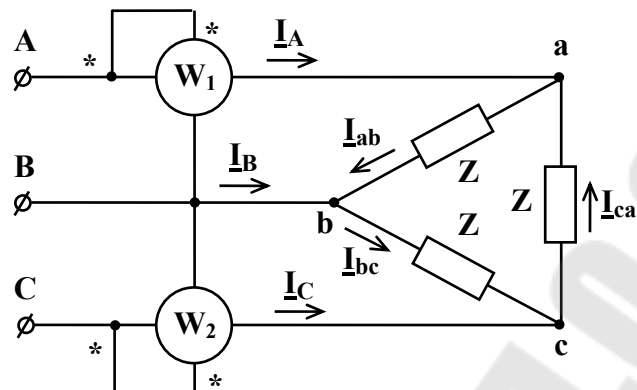

Рис. 1.5
1.3.3 К трёхфазной линии с симметричными линейными напряжениями $U_{\text{л}} = 220 \text{ В}$ подключён треугольником приёмник, сопротивление каждой фазы которого $\underline{Z} = (10 + j10) \text{ Ом}$ (рис.1.5). Найти токи в каждой фазе